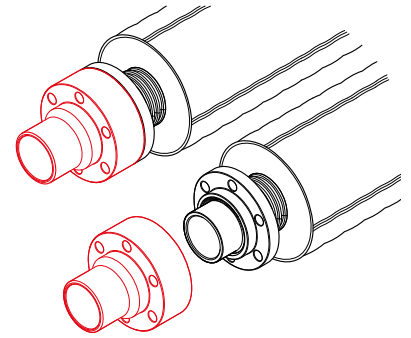

Рис. 4.5.5
5. Снять корпус фитинга (рис. 4.5.5).